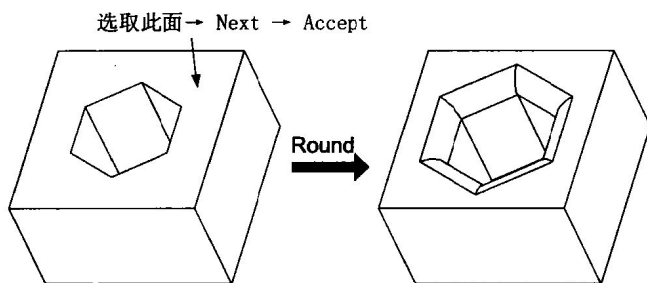

图 1.14
- **Surf Chain:** 选取一个面的内环或外环所含的边为欲倒圆角的边。例如, 图 1.14 就是以 Surf Chain 的方式选取零件顶面的内环的六边形做圆角。